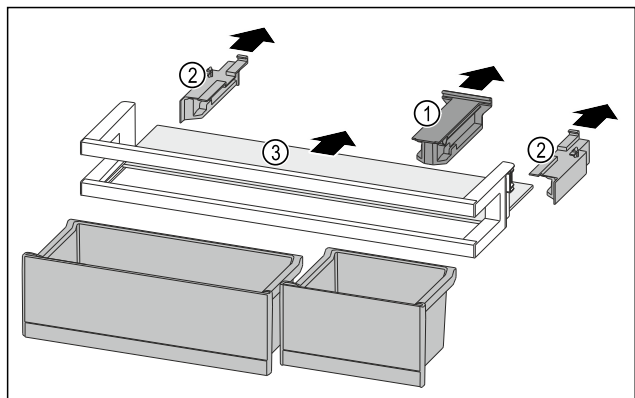

Fig. 159
- ▶ 拉出定位件 Fig. 159 (1)。
- ▶ 拉出侧面部分 Fig. 159 (2)。
- ▶ 取出搁板 Fig. 159 (3)。